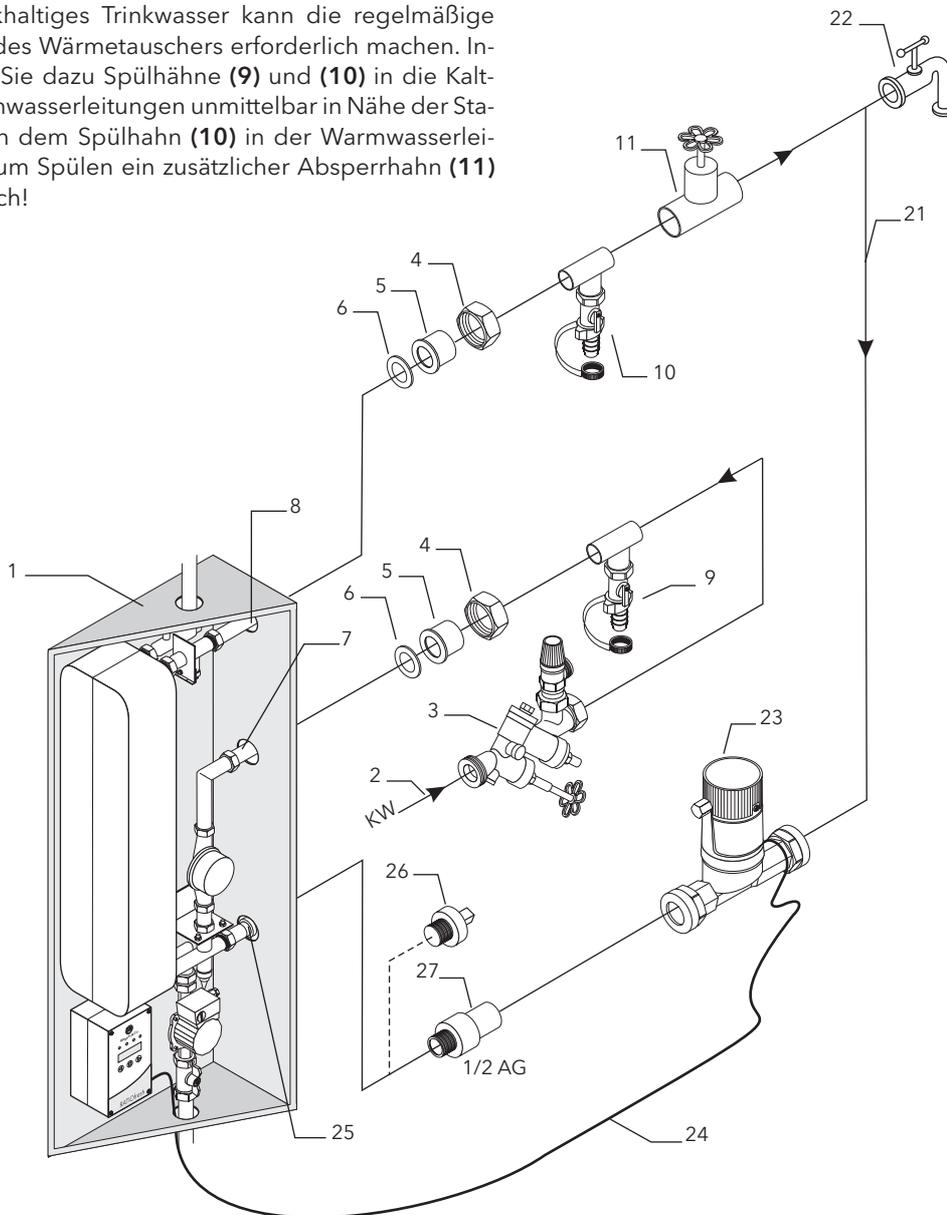

Bild 6 Trinkwasser anschließen
Grundsätzlich sind alle warmwasserführenden Teile durch Korrosion und Wassersteinbildung (Verkalkung) gefährdet, besonders bei Temperaturen über 60 °C und bei aggressivem Wasser. Sie sollten daher möglichst keine Warmwassertemperaturen über 60 °C wählen. Bei Carbonathärten unter etwa 10° dH und Temperaturen kleiner 60 °C ist eine wesentliche Steinbildung nicht zu erwarten. Hat Ihr Trinkwasser höhere Kalkgehalte, empfehlen wir bauseitig verkalkungsmindernde Maßnahmen. Ist eine regelmäßige Entkalkung des Platten-Wärmetauschers erforderlich, sollten bei der Montage Spülhähne (Bild 6) installiert werden.
3.4 Trinkwasser anschließen (Bild 6)
Kaltwasser- und Warmwasseranschlüsse sind nach den Vorschriften des örtlichen Wasserversorgers an der Frischwasserstation anzuschließen. Wir empfehlen den Anschluss an das Trinkwassernetz nach Bild 6.
- Im Kaltwasserzulauf (2) ist nach DIN 1988 eine Sicherheitsgruppe (3) mit Absperr-, Sicherheitsventil und Rückschlagklappe einzubauen. Es darf keine Absperrung zwischen der RATIOfresh-Station (1) und der Sicherheitsgruppe (3) vorhanden sein. Zum Anschluss der Rohrleitungen an den Kaltwasserzulauf (7) der Station verwenden Sie bitte die als Zubehör erhältlichen Tüllensets mit 1" Überwurfmutter (4), Lötütüle 22 mm (5) und Flachdichtung (6) oder alternativ Gewindetüllensets.
- Den Warmwasserabgang der Station (8) ebenfalls mit Tüllen- oder Gewindetüllenset an das Warmwassernetz anschließen und gut dämmen. Flachdichtungen (6) nicht vergessen!
- Stark kalkhaltiges Trinkwasser kann die regelmäßige Spülung des Wärmetauschers erforderlich machen. Installieren Sie dazu Spülhähne (9) und (10) in die Kalt- und Warmwasserleitungen unmittelbar in Nähe der Station! Nach dem Spülhahn (10) in der Warmwasserleitung ist zum Spülen ein zusätzlicher Absperrhahn (11) erforderlich!
3.5 Zirkulation anschließen (als Option, Bild 6)